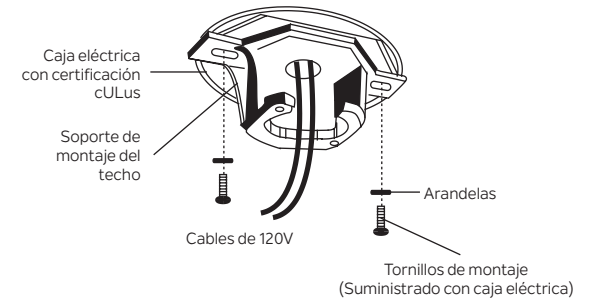

Figura 6
Paso 3. Pase los cables de suministro de 120 voltios desde la caja de salida del techo a través del centro del soporte de montaje del techo. (Figura 6)
Paso 4. Fije el soporte de montaje del techo a la caja de salida usando los tornillos y las arandelas incluidos con la caja de salida. (Figura 6)